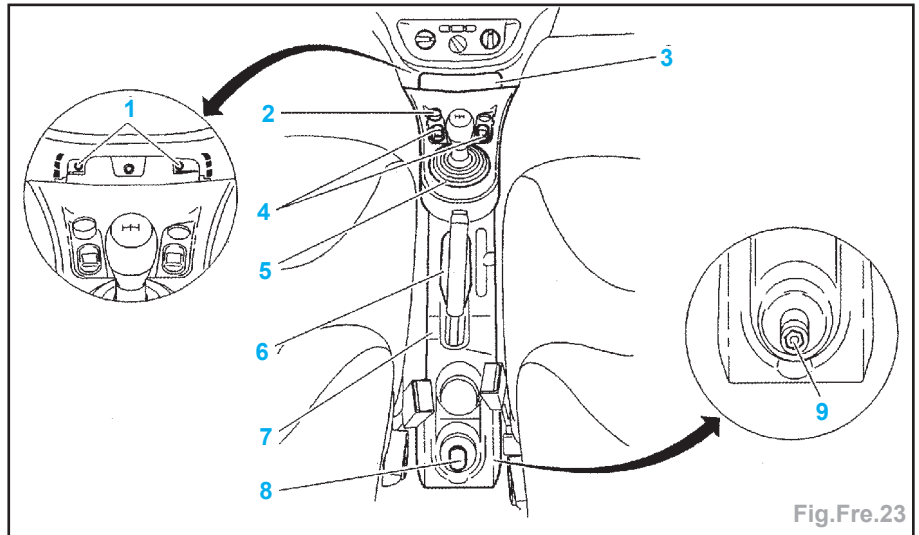

Fig.Fre.23
- Déposer (Fig.Fre.23) :
- le cache arrière (8),
- l'écrou (9).